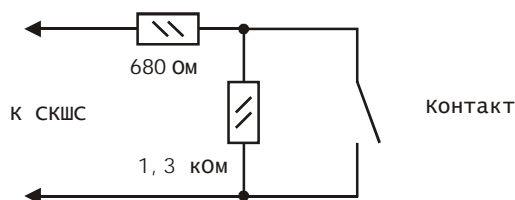
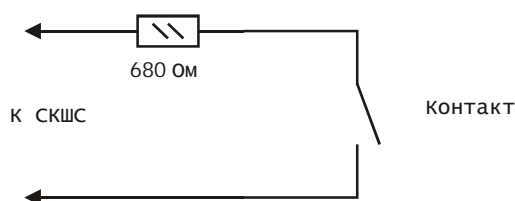
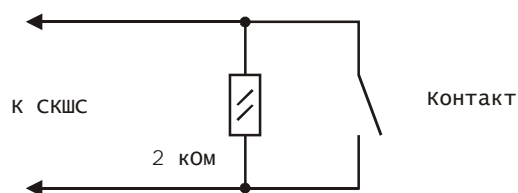
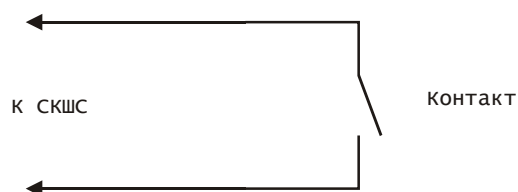

Рис. 3 Типовая схема включения ШС с контролем КЗ и обрыва
Рис. 4 Схема включения ШС с контролем КЗ
Рис. 5 Схема включения ШС с контролем обрыва
Рис. 6 Схема включения ШС без контроля КЗ и обрыва
Схемы включения ШС приведены на Рис. 3, ... , Рис. 6. Данные схемы справедливы для нормально замкнутых и нормально разомкнутых контактов. Наличие или отсутствие контроля КЗ или обрыва ШС конфигурируется в БЦП (см. Руководство по программированию ППКОПУ 01059-1000-3 «Р-08»).
При подключении одного ШС к СКШС по схеме на Рис. 3, собственный ток потребления СКШС увеличивается на:
При подключении одного ШС к СКШС по схеме на, Рис. 4 собственный ток потребления СКШС увеличивается на:
При подключении одного ШС к СКШС по схеме на, Рис. 5 собственный ток потребления СКШС увеличивается на:
При подключении одного ШС к СКШС по схеме на, Рис. 6 собственный ток потребления СКШС увеличивается на:
5.4. Схемы включения ШС приведены на Рис. 3, Рис. 4, Рис. 5, Рис. 6.